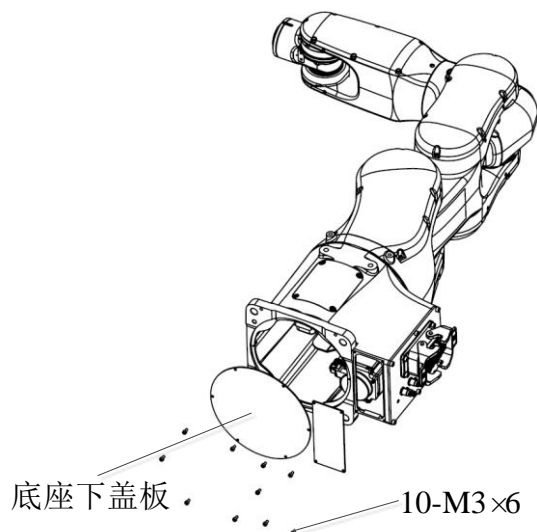

图 4.1 J1 关节维护拆卸示意图
需要对 J1 关节进行维护时，参考图 4.1 进行拆卸。完成维护后，螺丝重新点胶并拧紧，拧紧力为 1.5NM。
- (1) 确认机器人控制柜处于关闭状态。
- (2) 参照 4.2 节中的图 4.1 “J1 关节维护示意图”，将机器人按图示姿势摆放，并拆下相应盖板。
- (3) 观察同步带是否出现表 4.3 中的异常现象，若出现表中异常，则按照下述“J1 关节同步带的更换”，进行同步带进行更换。
- (4) 按照下述“J1 关节同步带的调整”，进行同步带张力调整。